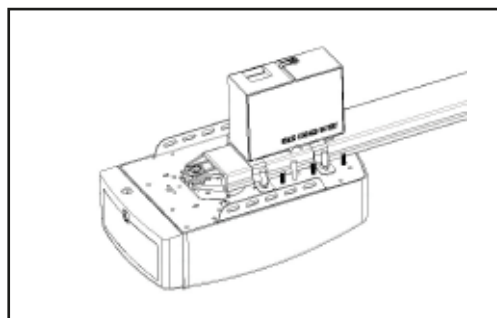

Figura 12
PASO 2 (Figura 12)
Une la batería al motor de garaje seccional, encuentra la Figura 12.